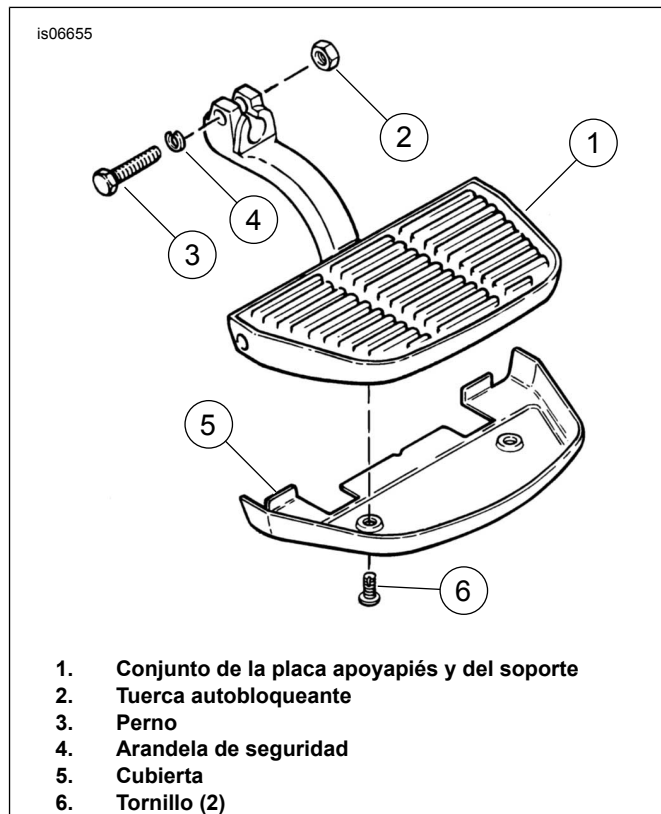
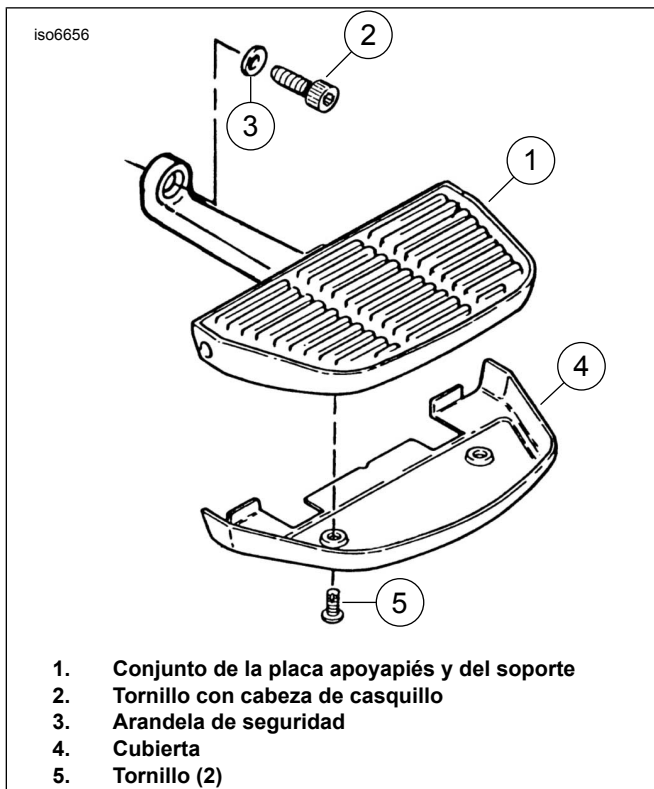

Figura 1. Conjunto de la placa apoyapiés del pasajero - Modelos de 1992 y anteriores y placas apoyapiés accesorias
Figura 2. Conjunto de la placa apoyapiés del pasajero - Modelos Touring de 1993 y posteriores
- a. **Modelos de 1992 y anteriores y placas apoyapiés accesorias:** Consulte la Figura 1. Extraiga cada conjunto de placa apoyapiés del pasajero y de soporte (1) de los espárragos de montaje de la motocicleta. Según el tipo de soporte de la placa apoyapiés, esto requerirá la extracción de la tuerca autobloqueante (2) y el perno (3), o la extracción de un perno (3) y la arandela de seguridad (4) de los cubos divididos del soporte de la placa apoyapiés. Guarde todos los elementos de sujeción para la instalación.
- b. **Modelos Touring de 1993 y posteriores:** Consulte la Figura 2. Extraiga cada conjunto de placa apoyapiés del pasajero y de soporte (1) de los espárragos de montaje de la motocicleta. Esto requerirá que se extraiga el tornillo con cabeza de casquillo (2) y la arandela de seguridad (3) de los soportes de la placa apoyapiés. Guarde todos los elementos de sujeción para la instalación.
3. Vea Figura 1 y Figura 2. Extraiga cualquier cubierta que pueda estar ya instalada en las placas apoyapiés.